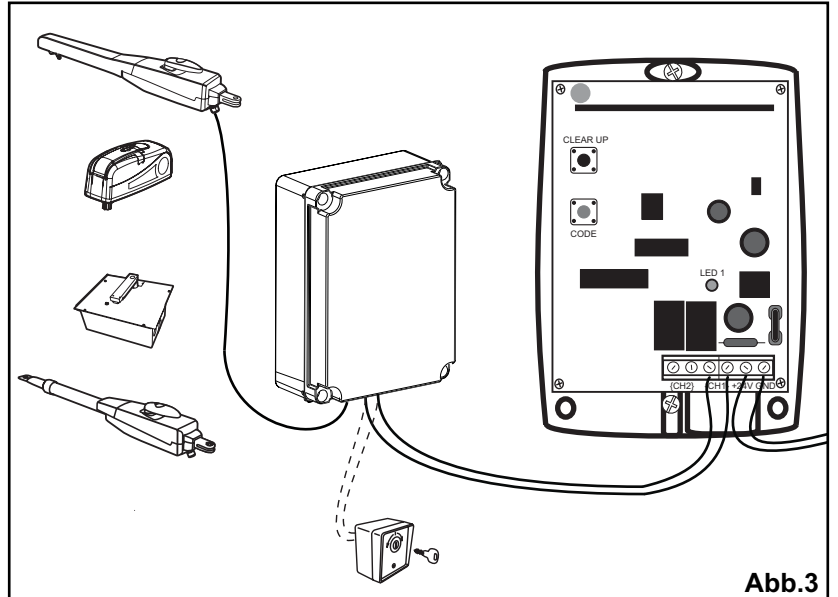
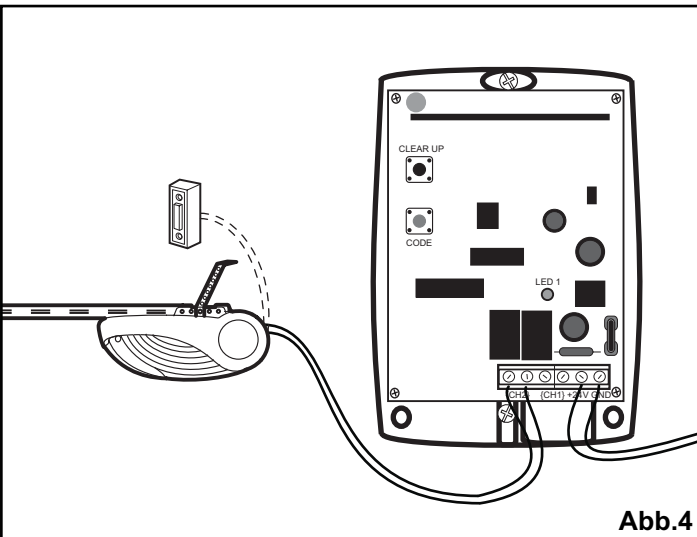

Abb.3
Abb.4
- Forbind nu automatikstyringen med universalmodtagerens klemmer. Tilslut samtidig kablet til en følerfunktion (f.eks. nøglekontakt) i automatikken til forbindelsesklemmerne (Channel1) (afb.3). Tilslut kablerne til den anden vægkontakt (hvis du betjener to porte) til forbindelsesklemmerne (Channel2) (afb.4). Hvis der ikke er en vægkontakt eller en nøglekontakt, se betjeningsvejledningen til din automatik.